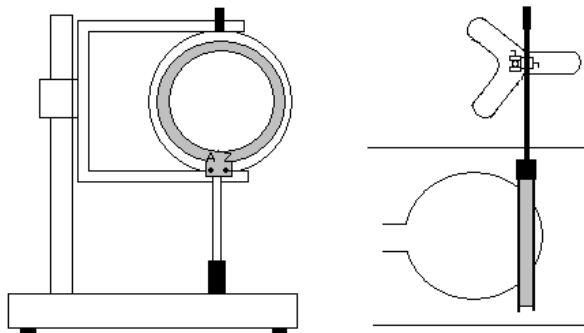

Fig. 2 Montage de la bobine (à gauche : dans le porte-tube, à droite : sur un pied)
- Placez une bobine dans le porte-tube de sorte qu'elle entoure l'écran luminescent. On peut aussi monter la bobine dans un pied de support (voir la figure 2).